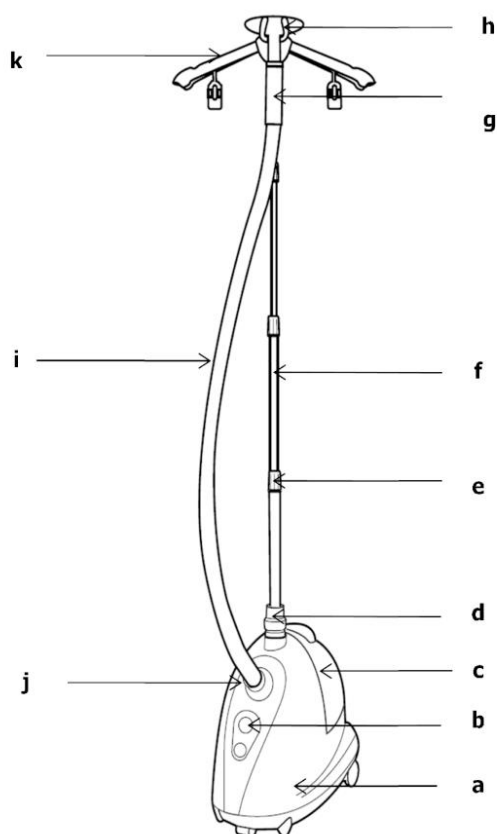

Abb. 1
2. Hängen Sie den Dampfkopf auf die Aufhängung/den Haken. (Abb. 1)